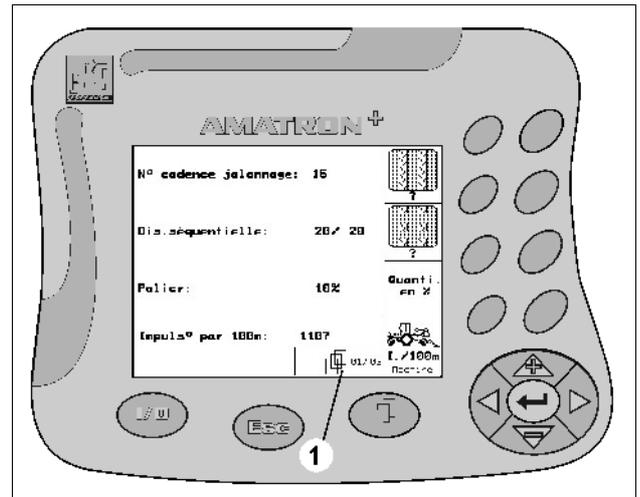

Fig. 10
- Consulter les autres pages du menu (possible uniquement si le symbole Défiler (Fig. 10/1) est visible à l'écran)